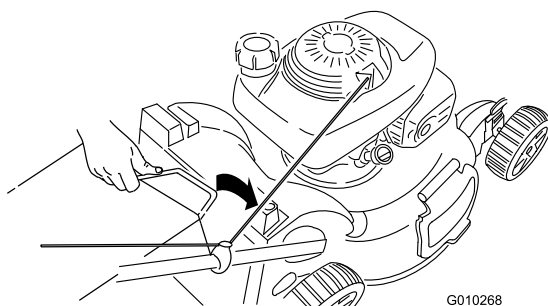

Figura 27
3. Introduzca el asa de la bolsa de recortes en las ranuras de la parte superior del cortacésped (Figura 27).